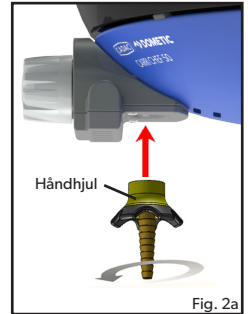

Fig. 2a
- **MERK!** Når du installerer halen, sørg for at den holdes rett mens du strammer halens mutter, for å hindre en mulig gasslekkasje. Skru fast med passende fastnøkkel. (Fig. 2a)